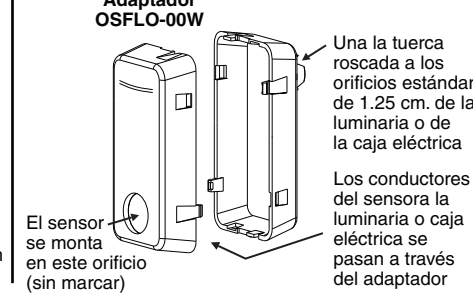

Figura 2B
NOTA DEL ADAPTADOR: Para luminarias de cuerpo profundo o para aclarar otras obstrucciones use el Adaptador OSFOA-00W de Leviton (**vea Figura 2A**). El adaptador está diseñado para proveer múltiples posiciones de montaje y altura para colocar el sensor en una posición óptima (**vea Figura 2B**). Se provee una tuerca roscada que sujeta el adaptador en su lugar mientras aprieta la contratuerca de fijación proveída. Si necesita un adaptador vaya a sección **INSTALACION DEL ADAPTADOR.**
1. Coloque la mitad del cuerpo de Adaptador al final de la luminaria para determinar el agujero apropiado en el adaptador donde se va colocar el sensor para tener una cobertura óptima. La base del sensor debe estar a la altura o debajo del cuerpo de la luminaria (**vea Figura 2B**).